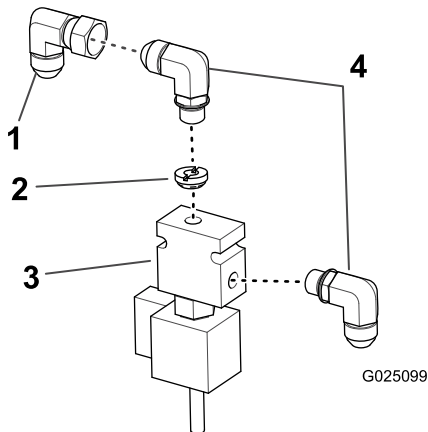

Figura 2
6. Instale el reductor en el conjunto de la válvula según se muestra en Figura 2, y apriételo a mano.
7. Instale un codo de 90 grados en el lateral del conjunto de válvula con el extremo abierto hacia abajo (Figura 2).
8. Instale un codo de 90 grados en la parte superior del conjunto de válvula con el extremo abierto hacia la izquierda (Figura 2).
9. Instale un acoplamiento hidráulico de 90 grados en el codo de 90 grados superior, con el extremo abierto hacia abajo (Figura 2).